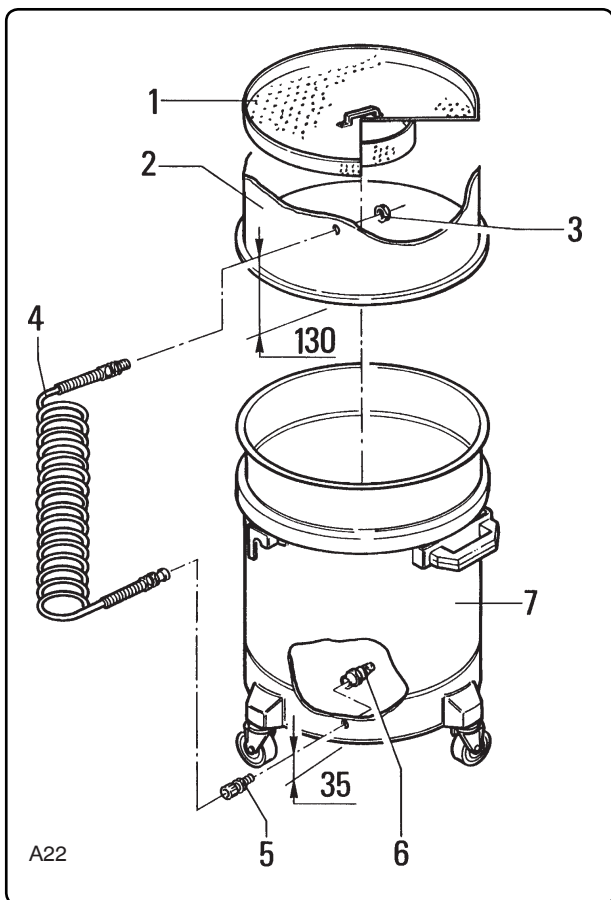

Fig. 6.4.3
6.4.3 - Griglia e depressore (fig. 6.4.3)
6.4.3 - Plate and suction pipe (fig. 6.4.3)
6.4.3 - Rejilla y depresor (fig. 6.4.3)
6.4.3 - Zeef en Zuigslang (afb. 6.4.3)